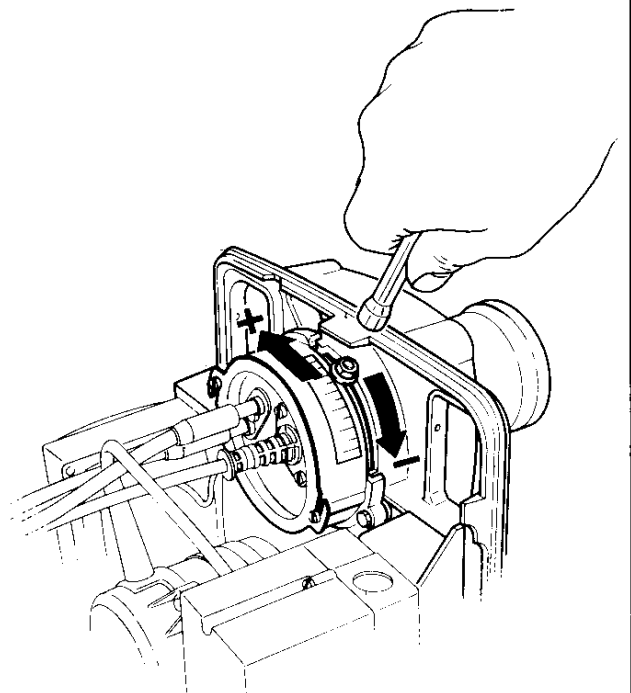

Fig. 9
- Régler l'air pour obtenir une flamme correcte (fig. 9).